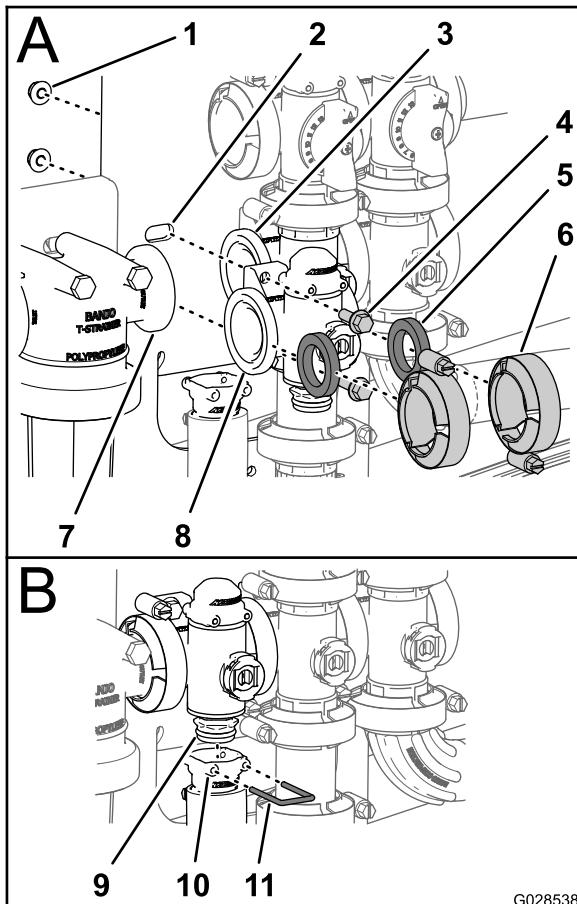

Figura 111
1. Alinee una junta entre las bridas del distribuidor de la válvula de control de caudal y la cabeza del filtro de presión (Figura 111, A).
2. Monte el distribuidor de la válvula de control de caudal, la junta y la cabeza del filtro de presión con una brida de fijación y apriete a mano (Figura 111, A).
3. Alinee una junta entre las bridas del distribuidor de la válvula de control de caudal y el distribuidor de la válvula de agitación (Figura 111, A).
4. Monte el distribuidor de la válvula de control de caudal, la junta y el distribuidor de la válvula de agitación con una brida de fijación y apriete a mano (Figura 111, A).
5. Monte la válvula de control de caudal en el soporte de la válvula con los 2 pernos con arandela prensada y 2 contratuercas con arandela prensada (Figura 111, A) que retiró en el paso 3 de Retirada del distribuidor de control de caudal (página 76), y apriete el perno y la tuerca a 10–12 N·m.
6. Monte el conector de salida en el acoplamiento inferior del distribuidor de la válvula de control de caudal (Figura 111, B).
7. Sujete el conector de salida al acoplamiento insertando una horquilla de retención en el alojamiento del conector de salida (Figura 111, B).